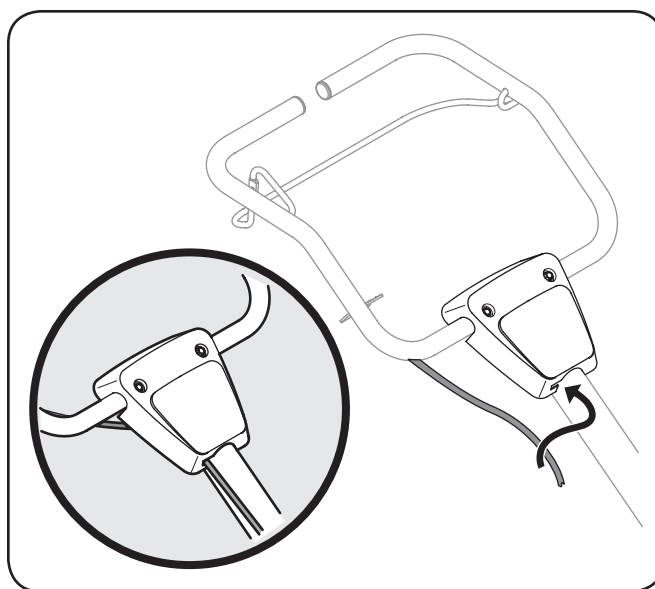

Figura 3-3
4. Sujete con abrazaderas el cable en la guía para cables que está ubicada en el panel del conjunto de la manija como se indica en la Figura 3-3.